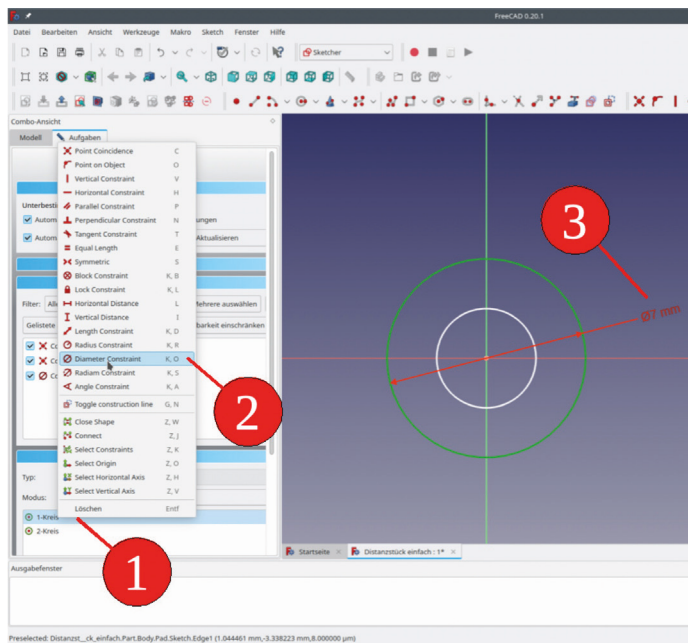

Bild 4-3
**4.** Um die Einschränkungen festzulegen, klicken wir rechts auf den ersten Kreis. Dieser färbt sich dunkelgrün, um anzuzeigen, woran gearbeitet wird. Im oberen Teil des Kontextmenüs erschienen die Einschränkungen mit roten Symbolen (Bild 4-3).